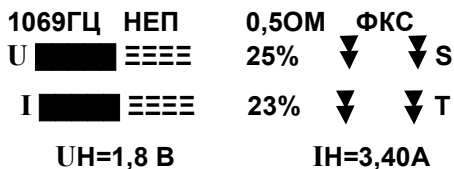

Рис. 2
Если выбран автономный режим или кабель подключен правильно, то индикатор высвечивает экран «Основной». Типовой вид основного экрана показан на рис. 2.
- значок напряжения «U», имитация аналоговой шкалы напряжения на первичной обмотке выходного трансформатора, величина в процентах от номинального значения вышеуказанного напряжения, значок ограничения уровня (в виде двух треугольников), появляющийся при достижении напряжения на первичной обмотке выходного трансформатора значения $U_m=60,2$ В, значок ограничения уровня мощности «S», появляющийся при достижении мощности ($U \times I$) значения $P_m=256$ Вт, например, как показано на рис. 2;
- значок тока «I», имитация аналоговой шкалы тока в первичной обмотке выходного трансформатора, значение в процентах от номинального значения вышеуказанного тока, значок ограничения уровня, появляющийся при достижении тока в первичной обмотке выходного трансформатора значения $I_m=7,53$ А, значок ограничения уровня мощности «T», появляющийся при достижении температуры радиатора усилителя мощности значения $T_{гр1}=80^{\circ}\text{C}$, например, как показано на рис. 2;